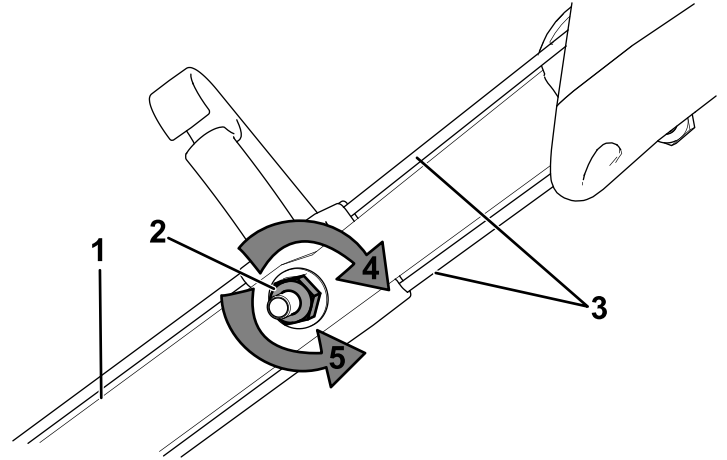

Figura 26
1. Gire la tuerca de ajuste en sentido antihorario para aflojar los ajustes de cables (Figura 26).
2. Ajuste la tensión de los cables (Figura 26) tirando de ellos hacia atrás o empujándolos hacia adelante, y sujételos en esa posición.